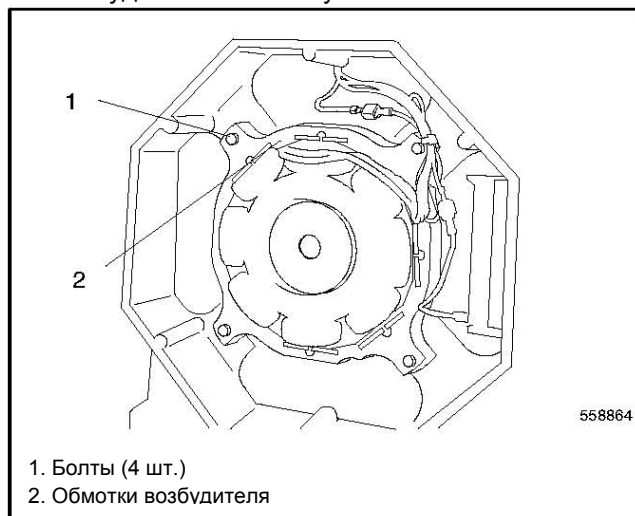

Рисунок 9-5 Снятие обмоток возбuditеля
14. **Модели 8--32EOZD/6.5--27EFOZD:** Снять четыре болта, чтобы снять обмотки возбuditеля. См. Рисунок 9-5.